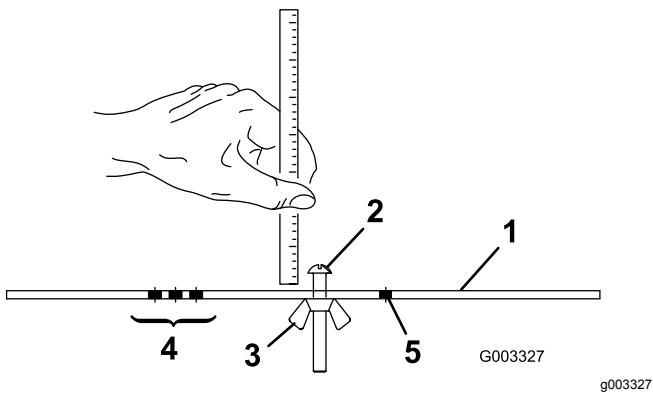

Figura 23
2. Afloje la tuerca de la barra de ajuste (Figura 23) y ajuste el tornillo para la altura de corte deseada.